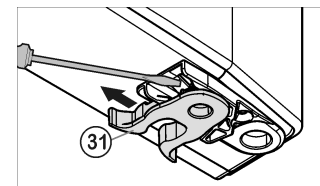

Fig. 6
- переставить пружинный зажим Fig. 6 (31): Нажать вниз язычок защелки, снять с него пружинный зажим.